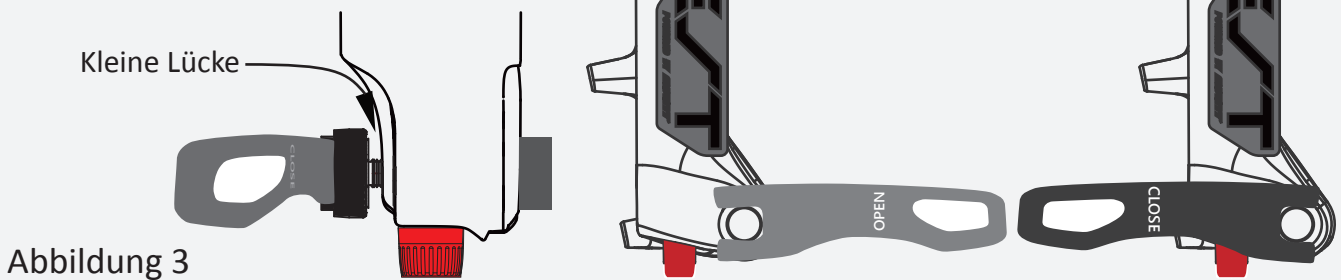

Abbildung 3
3. Ziehen Sie die Steckachse im Uhrzeigersinn fest, bis sich eine kleine Lücke zwischen dem Hebelkopf und der Aussparung der Gabel befindet, sodass sie in horizontaler Position nach vorne zeigt. Der Hebel sollte sich reibungslos und sicher schließen lassen. Sie sollten dazu keine übermäßige Kraft aufwenden müssen. Die Spannung ist ausreichend, wenn der Hebel einen leichten Abdruck in Ihrer Hand hinterlässt (Abbildung 3).